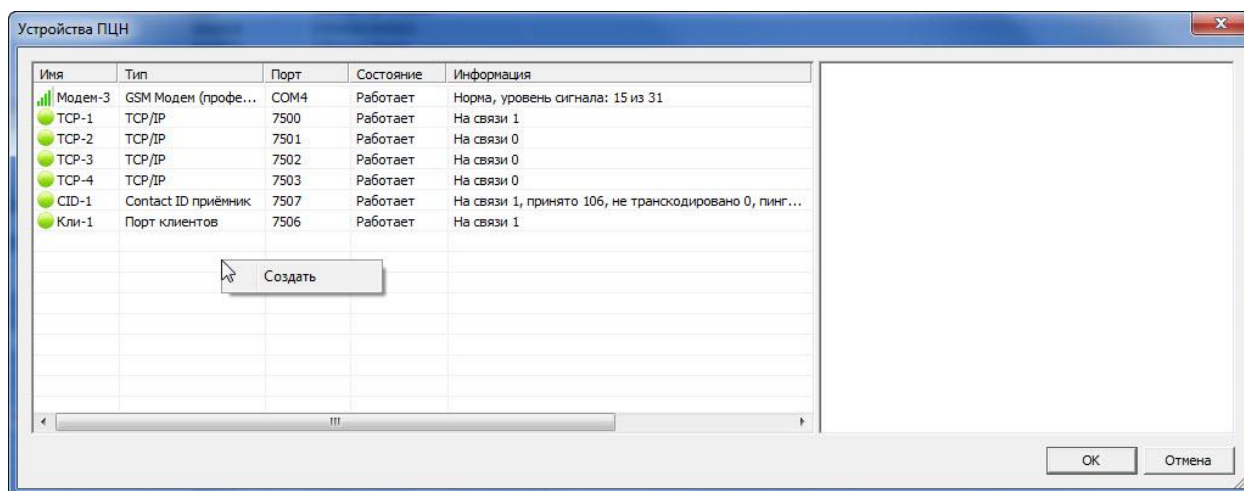

Рисунок 13.2 — Окно *Устройства ПЦН*
2. В открывшемся окне *Устройства ПЦН* щелкните правой кнопкой мыши по свободному месту и в контекстном меню выберите *Создать* (см. рисунок 13.2).